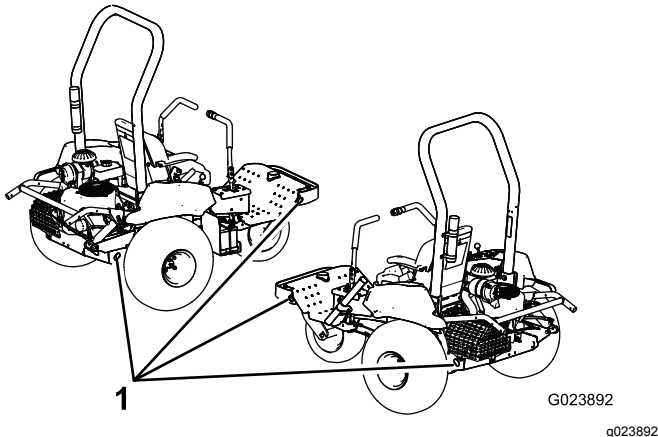

Bild 30
5. Befestigen Sie die Maschine an den Vergurtungsstellen (Bild 30) mit entsprechenden Riemen, Ketten, Kabel oder Seilen am Transportfahrzeug.